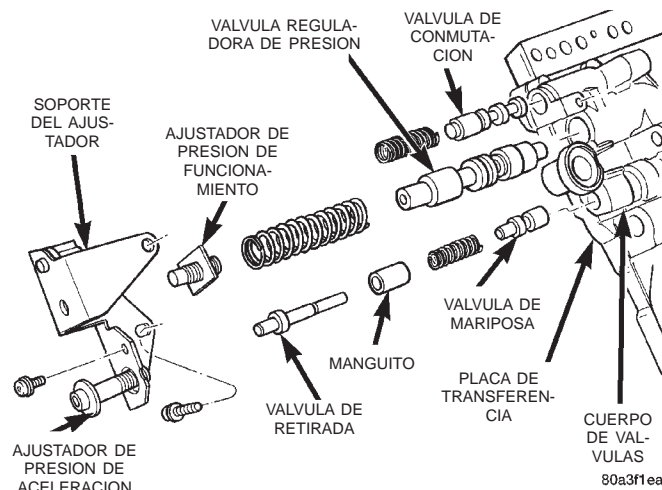

Fig. 44 Desmontaje del tornillo de ajuste, los muelles y la válvula
(1) Retire los tornillos que fijan el soporte del tornillo de ajuste al cuerpo de válvulas y la placa de transferencia. Sostenga firmemente el soporte contra la fuerza del muelle mientras retira el último tornillo.
(2) Retire el soporte y el tornillo de ajuste de la presión de funcionamiento (Fig. 44).
(3) Retire del cuerpo de válvulas la válvula de conmutación y el muelle, la válvula del regulador de presión y el muelle, la válvula de retirada y el muelle y la válvula de mariposa (Fig. 44).